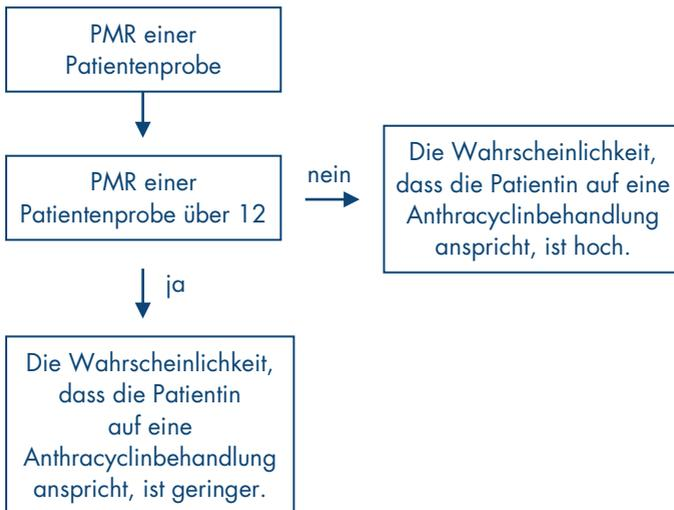

Abbildung 16. Interpretation der PMR-Ergebnisse von Patientenproben mit dem *therascreen* PITX2 RGQ PCR Kit.
liefert dem behandelnden Arzt Informationen darüber, wie wahrscheinlich eine Patientin auf eine anthracyclinbasierte Chemotherapie ansprechen wird. Beträgt das PMR 12 oder weniger, dann spricht die Patientin wahrscheinlich auf eine anthracyclinbasierte Chemotherapie an. Dagegen kann bei einem PMR über 12 eine andere Therapie vorgeschlagen werden, da die Wahrscheinlichkeit eines Ansprechens der Patientin auf eine anthracyclinbasierte Chemotherapie niedriger ist (Abbildung 16).
* Die Interpretation des PMR-Werts einer gültigen Probe wurde bereits erläutert (siehe Abbildung 16).